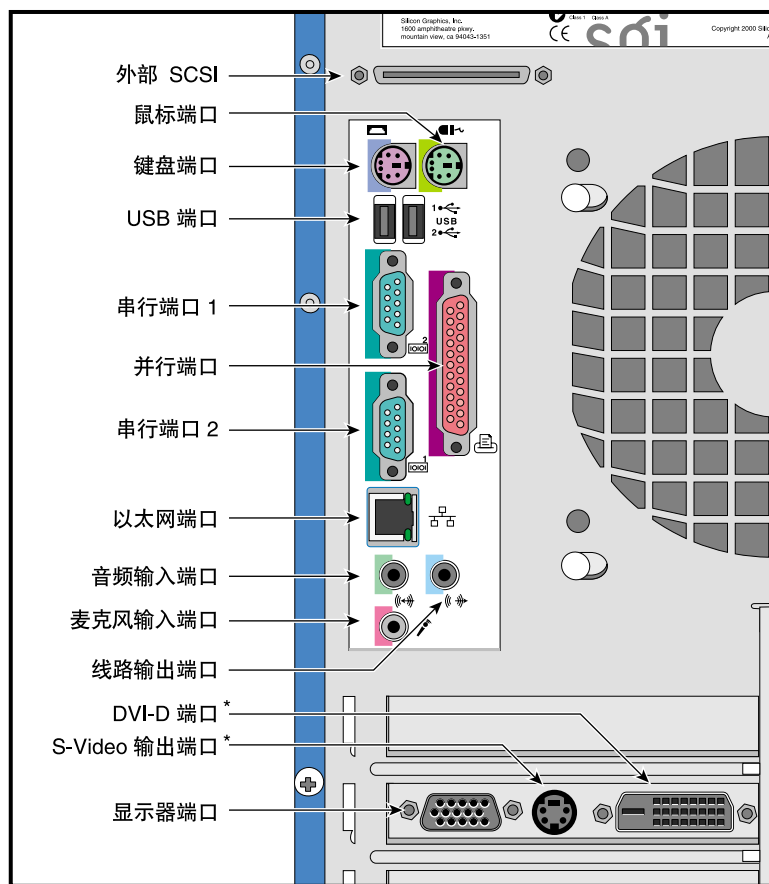

图 1-10 I/O 面板
- c. 将电缆插入系统的输出端口和扬声器输入信号端口, 使右扬声器连接到系统上。输出端口的位置请参见图 1-10。
7. 将其它外部设备连接到各自的端口。I/O 面板的详细外观请参见图 1-10。